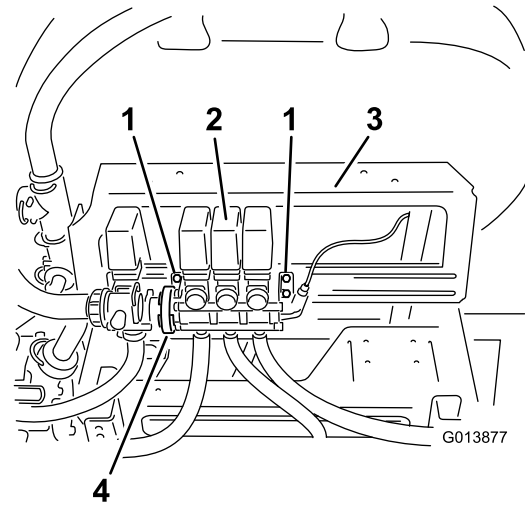

図 4
1. ブームバルブ・アセンブリを取り付けブラケットに固定しているボルトをゆるめる外さないこと図4。
2. 攪拌バルブをブームバルブ・アセンブリに固定している既存のワームクランプをゆるめる図4。